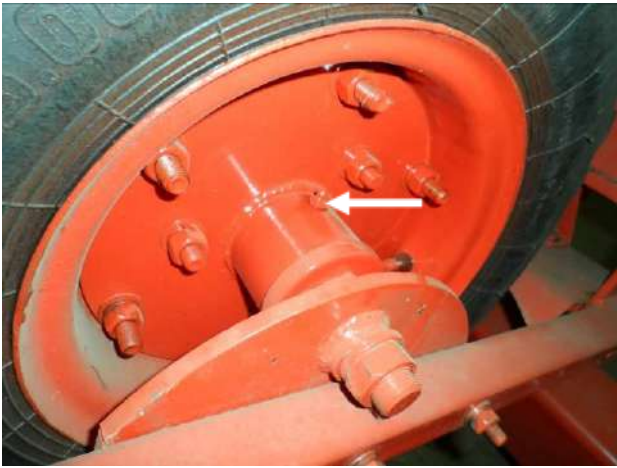

Рисунок 23. Точки смазки жатки
- проведите смазку жатки и тележки в соответствии с таблицей смазки 2 и схемой смазки (рисунок 23).